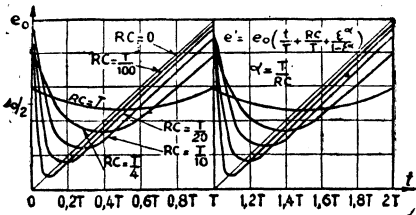

Figure XXV-9
Pour la pratique, seules les formules (11) et (12) sont à retenir (1). Les figures XXV-9 et XXV-10 représentent  $e'$  et  $e''$  en fonction du temps  $t$ .
Nous avons étudié au début de ce chapitre la variation des tensions  $e'$  et  $e''$  et montré par les courbes des figures XXV-9 et XXV-10 la déformation de la dent de scie pour différentes valeurs de  $T/RC$ .
La figure XXV-9 montre deux périodes de la tension  $e'$ , qui se trouve aux bornes de C.